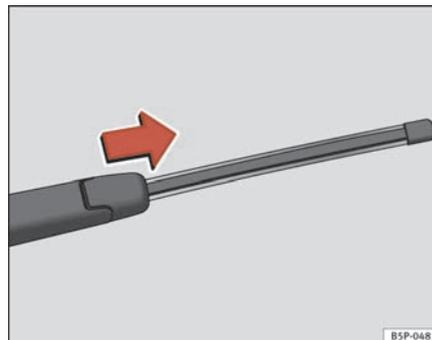

Fig. 163 Extraer la escobilla del limpiaventana
- Separe el brazo del limpialuneta de la luneta ⇒ página 240, fig. 163
- Deslice el adaptador de la escobilla en la dirección de la flecha y retire la escobilla ⇒ página 240, fig. 163.